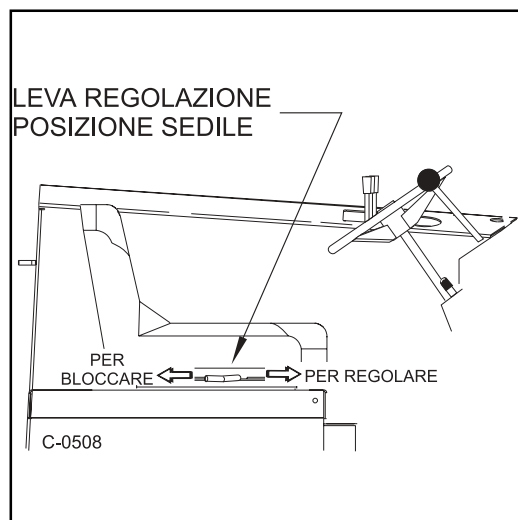

Figura 5
**REGOLAZIONE POSIZIONE SEDILE** (Vedi figura 5)